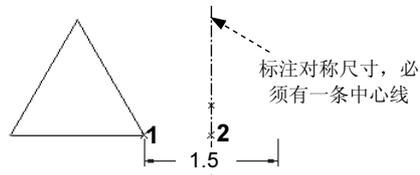

图 2.8.5 对称尺寸的标注
Step 2 选取点 1，再选取一条对称中心线，然后再次选取点 1；中键单击位置 2 放置尺寸（图 2.8.5）。